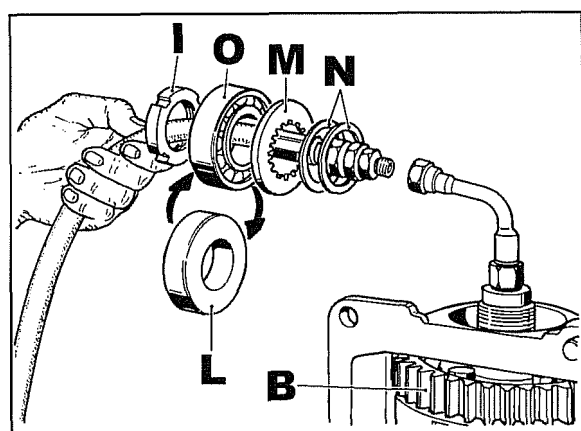

Fig. 16
Determinado o distanciamento, desligar o instrumento como mostra a fig. 16, introduzir no tubo a bucha **I**, o espaçador de teste **L**, a anilha **M** e os espaçadores **N** para o distanciamento acima detectado.
Nesta altura, dar pressão de modo progressivo ao instrumento e ao mesmo tempo tentar imprimir o movimento giratório na engrenagem **B** fig. 16. Controlar que seja possível imprimir tal movimento só quando o manómetro tiver alcançado os **35 bar** para depois deixá-lo totalmente livre em **40 bar**. Se isto não acontecer, agir aumentando ou diminuindo o distanciamento dos espaçadores **N**.
Efectuada a regulação do grupo, substituir o espaçador de prova **L** fig. 16 com o rolamento **O**.
- Apertar a bucha **I** fig. 16 em **22,5 Kgm**.